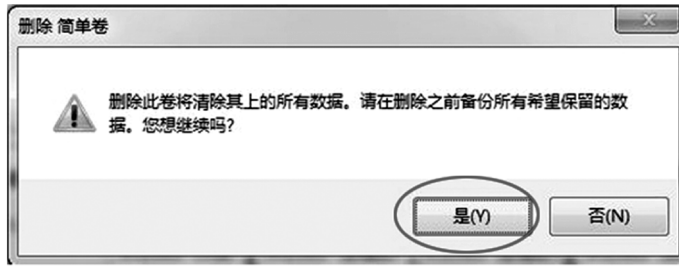

图 3-106 删除简单卷选项
2) 随即会弹出“删除简单卷”对话框，提示在删除前备份所有希望保留的数据，并问是否继续进行此项操作。单击“是”按钮，即可删除此卷中所有的数据，如图 3-106 所示。